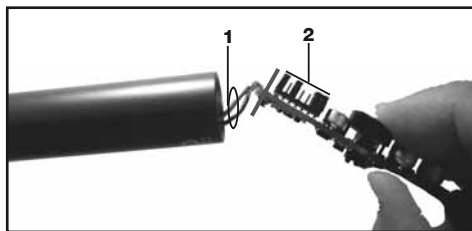

Fig. 3: Come inserire il print nella scatola
- Vedi fig. 3.
- Per evitare che il print venga bloccato nella scatola, fate attenzione che i cavetti di collegamento (1) non tocchino in nessun caso i ponticelli (2). Quando inserite il print, potete controllare la loro giusta posizione di nuovo attraverso l'apertura per il tasto ON/OFF.